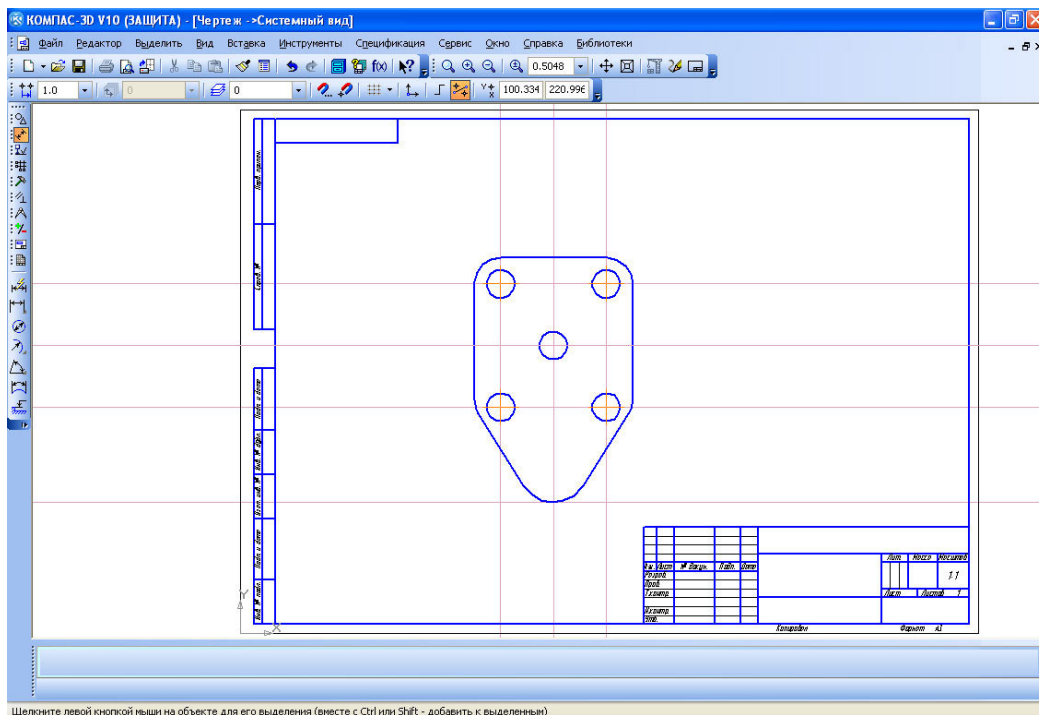

Рис.3.8. Приклад виконання роботи з застосуванням команд меню допоміжні побудові
1. Відкривають вид 2 шар 2 «осі», визначають центри отворів, проводячи осьові лінії на відповідних відстанях. Або використовуючи пункт меню «компактної панелі» «допоміжні побудови» з допомогою котрого встановлюють центри отворів (рис.3.8).